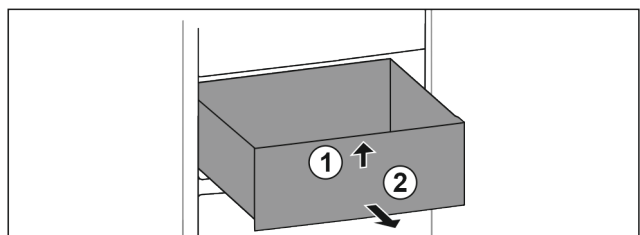

Fig. 48
- ▶ Lade aan de voorkant optillen. Fig. 48 (1)
- ▶ Lade naar voren toe verwijderen. Fig. 48 (2)